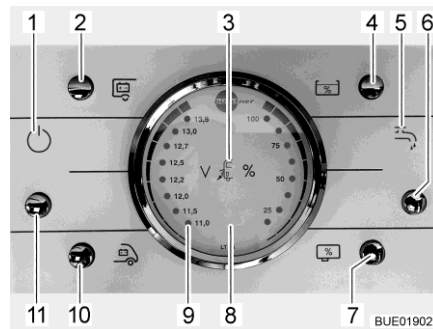

Fig. 184 Panel LT 96
El pulsador (Fig. 184,11) conecta y desconecta el panel y la alimentación de 12 V del habitáculo.
Conectar: ■ Pulsar el pulsador (Fig. 184,11): La alimentación de 12 V del habitáculo está conectada. La luz de control (Fig. 184,1) se enciende.
Desconectar: ■ Pulsar el pulsador (Fig. 184,11): La alimentación de 12 V del habitáculo está desconectada. La luz de control (Fig. 184,1) se apaga.
Observar la escala izquierda del instrumento indicador V/depósito (Fig. 184,8). El instrumento indicador se ilumina automáticamente al accionar el pulsador.
- Pulsar el pulsador (Fig. 184,10): Indica la tensión de la batería del motor de arranque.
- Pulsar el pulsador (Fig. 184,2): Indica la tensión de la batería del habitáculo.
Observar la escala derecha del instrumento indicador V/depósito (Fig. 184,8). El instrumento indicador se ilumina automáticamente al accionar el pulsador.
- Pulsar el pulsador (Fig. 184,4): Indica la cantidad de agua.
- Pulsar el pulsador (Fig. 184,7): Indica la cantidad de aguas residuales.
- Pulsar el pulsador (Fig. 184,6): El suministro de agua está conectado. La luz de control de bomba de agua (Fig. 184,5) está iluminada.
- Pulsar el pulsador (Fig. 184,6): El suministro de agua está desconectado. La luz de control de bomba de agua (Fig. 184,5) se apaga.
La luz roja de "ALARMA" (Fig. 184,9) parpadea en cuanto la tensión de la batería del habitáculo baja de 11 V (medición durante el servicio) y hay peligro de descarga completa.
La luz de control de 12 V (Fig. 184,1) estará encendida si el pulsador principal de 12 V (Fig. 184,11) está conectado.
Se enciende la luz de control de 230 V (Fig. 184,3) cuando hay tensión de red en la entrada del bloque eléctrico.